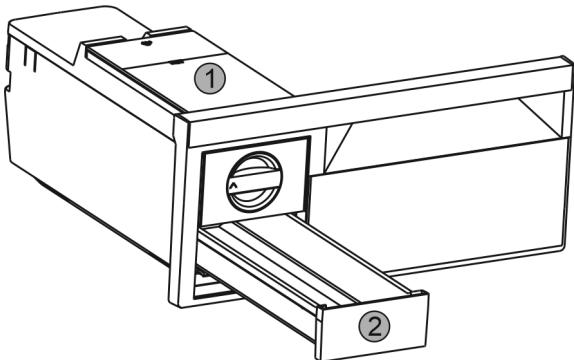

Fig. 46
- Извадете резервоара за вода Fig. 46 (1) и чекмеджето за ледени кубчета Fig. 46 (2).